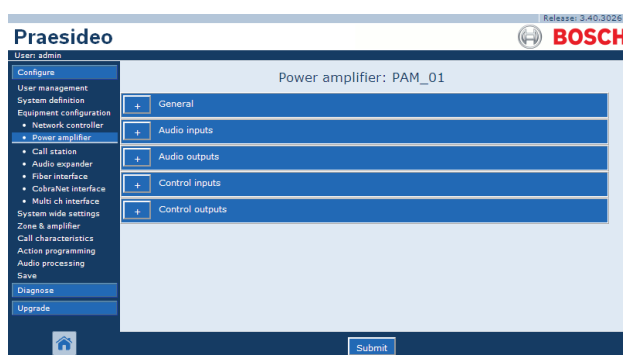

Abbildung 43.10: Konfiguration von Endstufen, Schritt 2
- 2 Klicken Sie auf den Namen der zu konfigurierenden Endstufe. Im Hauptframe der webbasierten Benutzeroberfläche wird ein Bildschirm angezeigt, der dem in Abbildung 43.10 gleicht.